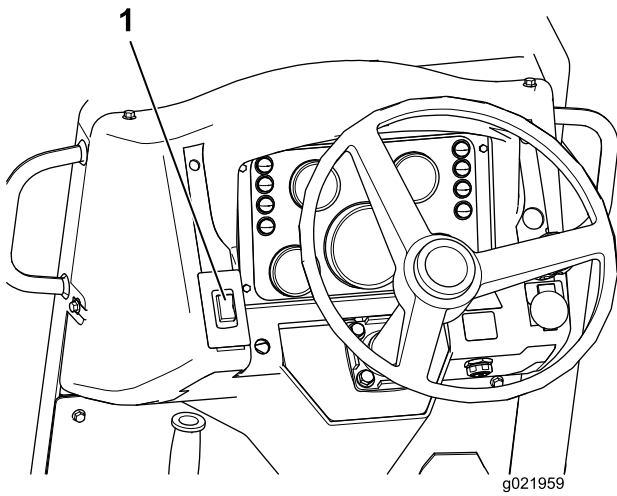

Bild 24
- Drücken Sie den Feststellbremsschalter (Bild 24) nach hoch, um die Feststellbremse zu aktivieren.